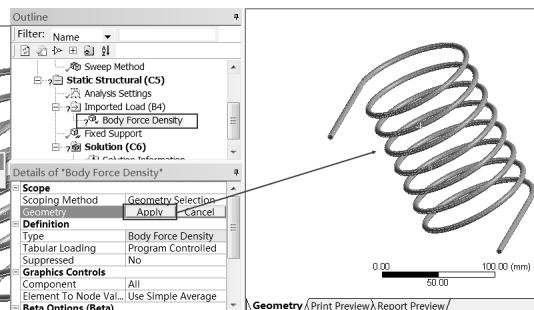

图 19-117 选择实体
Step3 : 选择如图 19-117 所示绘图区域中的螺线管模型, 单击 Apply 按钮确定。